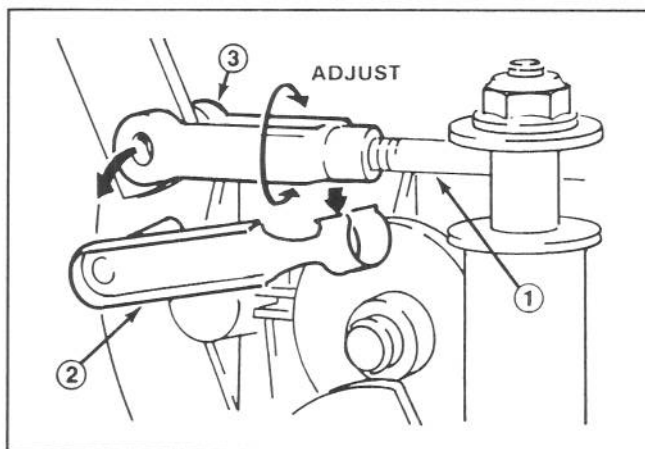

Figure 19
14. Trouver l'extrémité de la tige d'embrayage de l'unité du côté gauche de la transmission (Fig. 19). Enlever la rondelle de retenue de la goupille et tourner celle-ci pour allonger ou raccourcir la tige, jusqu'à ce que l'écart souhaité, entre la courroie et la poulie, soit obtenu.